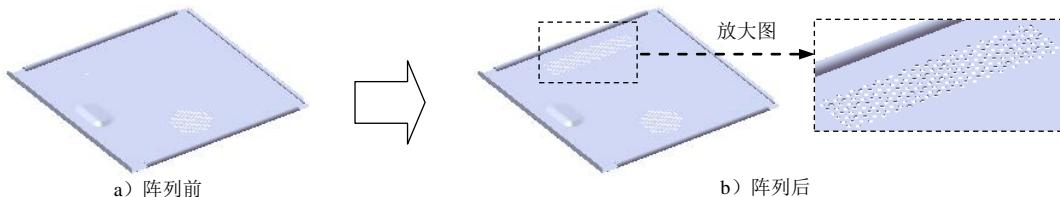

图 17.11.57 创建填充阵列 2
Step19. 创建图 17.11.57 所示的填充阵列 2。选择下拉菜单 **插入(I) → 阵列/镜向(E) → 填充阵列(F)** 命令；选取 Step18 创建的草图 2 为边界；在 **阵列布局(D)** 区域中单击“穿孔”按钮 ，在 **(实例间距)** 文本框中输入 7，在 **(交错断续角度)** 文本框中输入 60，在 **(边距)** 文本框中输入 0。选中 **要阵列的特征(E)** 区域中 **所选特征(U)** 单选框，单击 后的文本框，选取 Step17 创建的切除一拉伸 5。单击 **确定** 按钮，完成填充阵列 2 的创建。